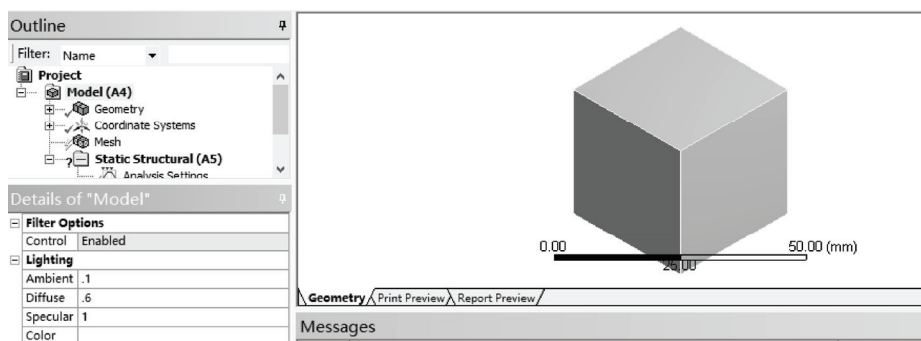

图 7-49 Mechanical 导入模型
1) 双击主界面项目管理区项目 A 中的 A3 栏 Model 项，进入 Mechanical 界面，如图 7-49 所示，在该界面下即可进行网格的划分、分析设置、结果查看等操作。